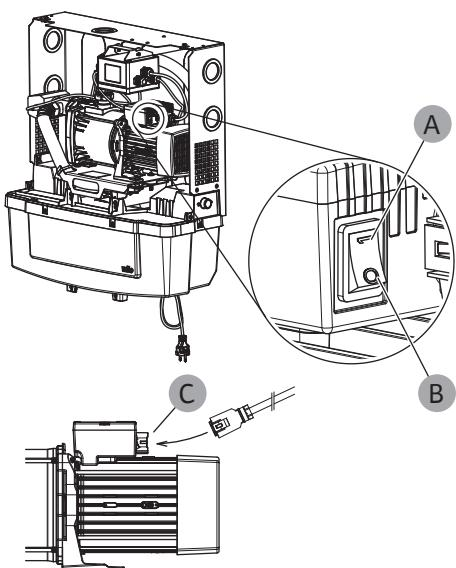

Fig. 23: Ein-/Ausschalter und Anschluss Stromversorgung
4. Prüfen, ob der Ein-/Ausschalter der Pumpe auf EIN (Fig. 23 – A) gestellt ist.
5. Prüfen, ob der Stecker für die Stromversorgung des Motors (Fig. 23 – C) korrekt angeschlossen ist.